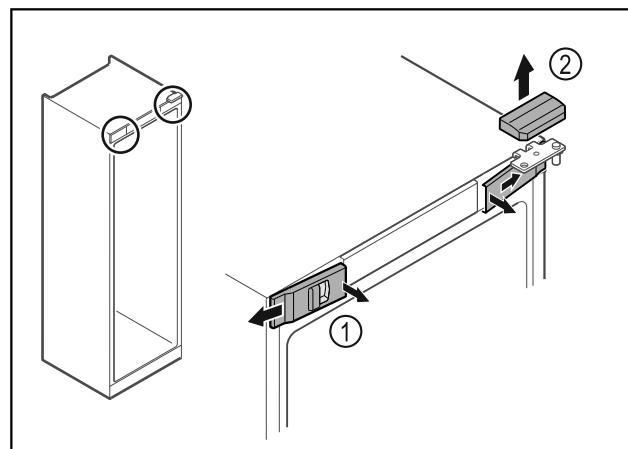

Fig. 16
- 从内侧松开前盖板 Fig. 16 (1) 并移到一旁。
- 朝上取下上盖板 Fig. 16 (2)。